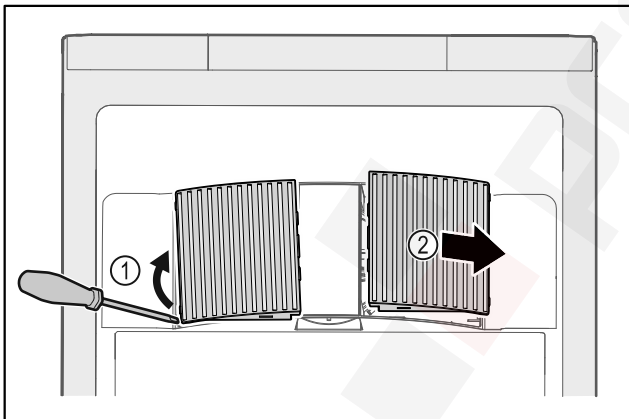

Fig. 47
- ▶ Óvatosan feszegesse le a ventilátor burkolatait oldalról Fig. 47 (1), és emelje le őket előre Fig. 47 (2).